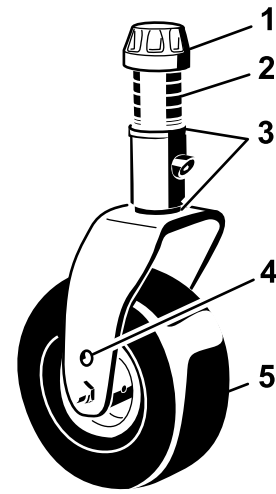
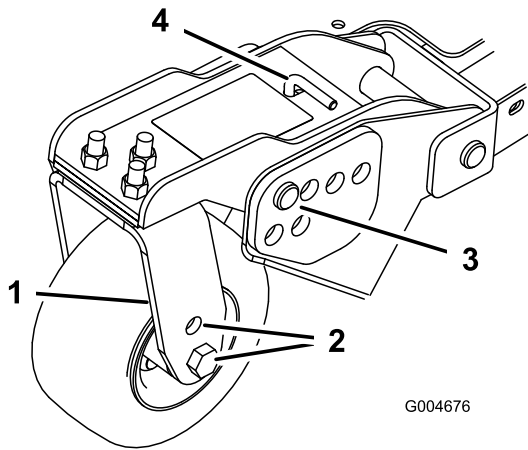
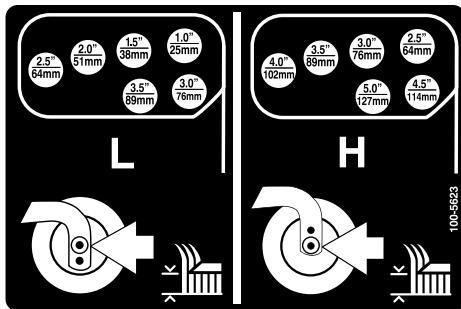

Bild 22
Bild 24
Bild 25
1. Stecken Sie die Laufradachsen in allen Laufradgabeln in die gleichen Löcher (Bild 22 und Bild 24). Siehe die nachstehende Tabelle, um das richtige Loch für die jeweilige Einstellung festzustellen.
2. Entfernen Sie die Spannkappe von der Spindelwelle (Bild 22) und ziehen die Spindel aus dem Laufradarm heraus. Schieben Sie zwei Beilagscheiben (3 mm) so auf die Spindelwelle, wie sie ursprünglich montiert waren. Diese Beilagscheiben sind erforderlich, um alle Mähwerke über die Breite auf ein Niveau zu bringen. Schieben Sie die entsprechende Anzahl von Distanzstücken (13 mm) (siehe die nachstehende Tabelle) auf die Spindelwelle, um die gewünschte Schnitthöhe herbeizuführen; schieben Sie dann die Scheibe auf die Welle.
4. Entfernen Sie den Splint und den Lastösenbolzen von den Laufradgelenkarmen (Bild 24).
5. Drehen Sie die Spannstange, um den Gelenkarm anzuheben oder abzusenken, bis die Löcher mit den ausgewählten Löchern in der Schnitthöhenhalterung im Mähwerkrahmen ausgerichtet sind (Bild 24 und Bild 25).